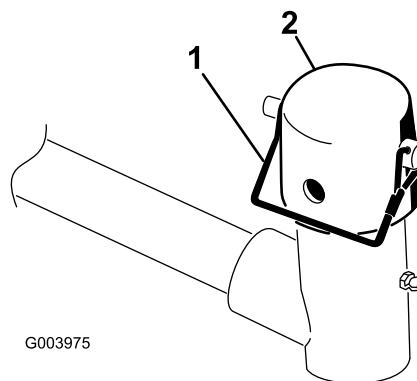

Figura 7
7. Retire el pasador de seguridad y el tapón de la horquilla de pivote del brazo de elevación (Figura 7).
11. Coloque el tapón sobre el eje del bastidor de tiro y la horquilla del brazo de elevación. Utilice la ranura si se desea una unidad de corte dirigible, y utilice el taladro si la unidad de corte va a quedar bloqueada en una posición fija (Figura 7).